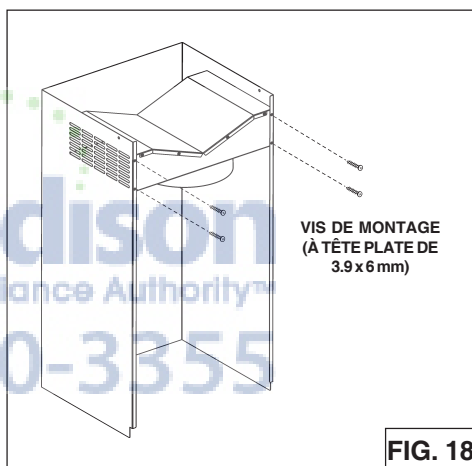

FIG. 18
3. Installez le caisson sur le conduit décoratif supérieur à l'aide des (4) vis de 3.9 x 6 mm fournies, tel qu'illustré (Fig.18).